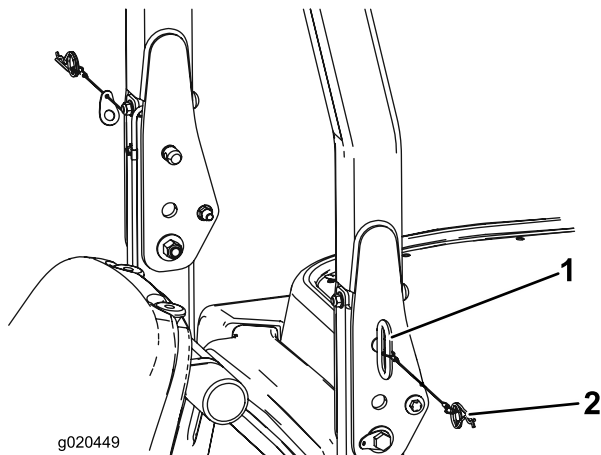

Bild 32
1. Entfernen Sie zum Absenken des Überrollbügels die Splints und zwei Stifte (Bild 32).